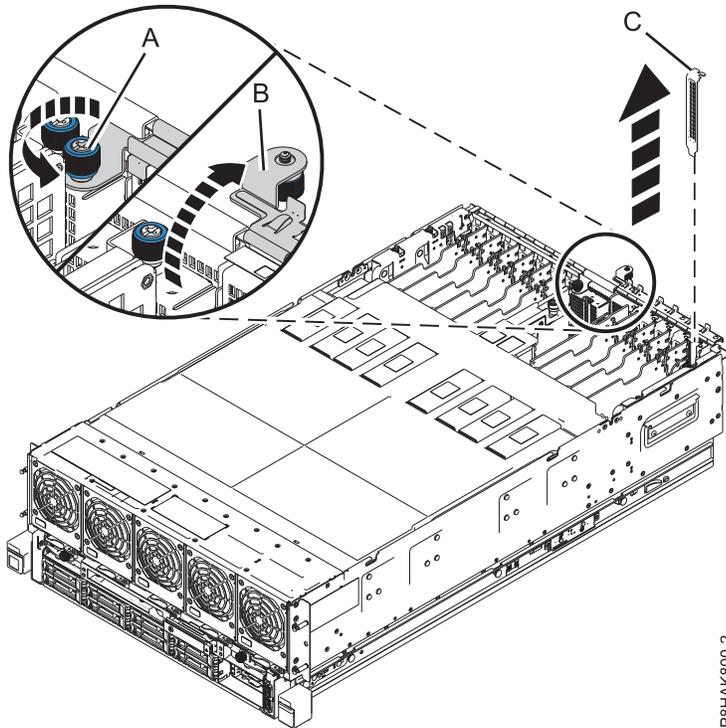

Abbildung 7. Platzhalterelement aus einem PCIe-Adaptersteckplatz aus dem System vom Typ 8408-44E oder 8408-E8E ausbauen
- a. Lösen Sie die Rändelschraube der E/A-Halterung, bis diese vollständig gelöst ist. Siehe (A) in Abb. 7 auf Seite 12.
- b. Öffnen Sie die E/A-Halterung, indem Sie sie nach oben und weg vom System drehen. Siehe (B) in Abb. 7 auf Seite 12.
- c. Fassen Sie zum Ausbauen des Platzhalterelements (C) dieses vorsichtig an der oberen Kante oder am oberen Haltesteg und bauen Sie es aus dem System aus. Siehe Abb. 7 auf Seite 12.